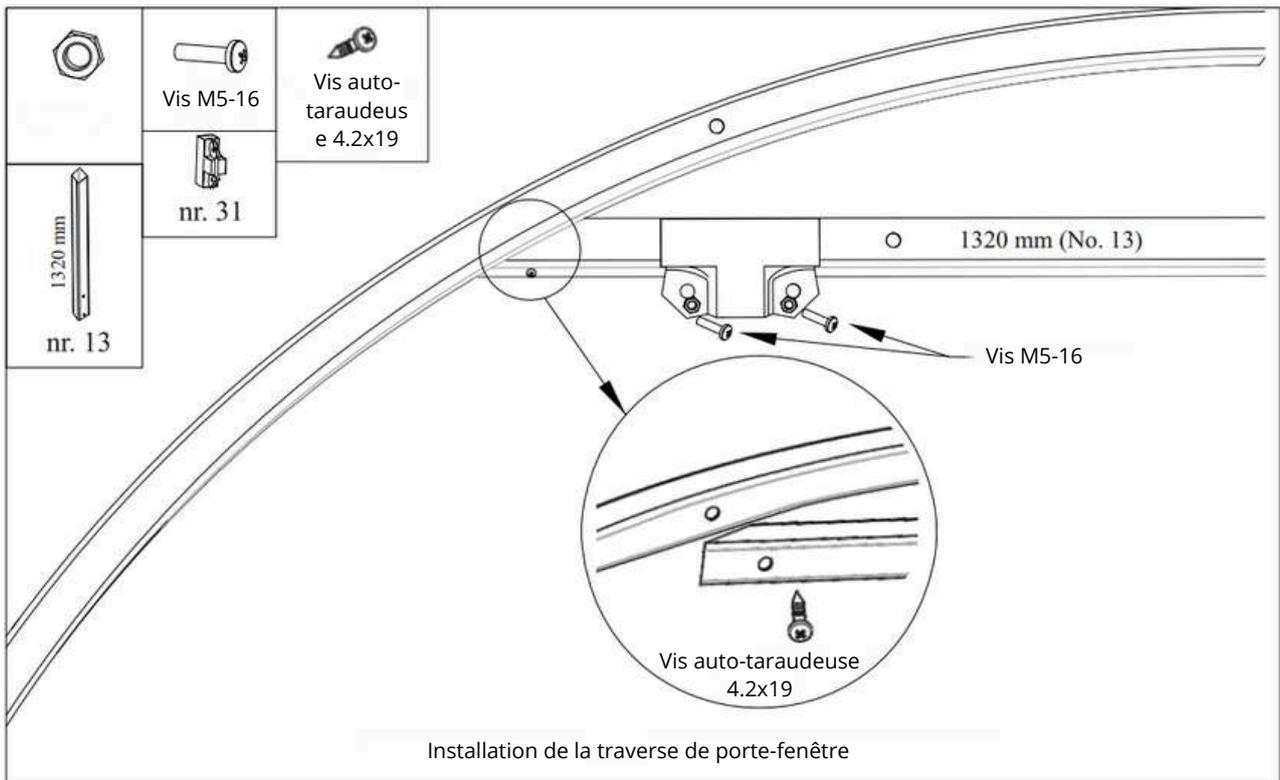

Fig. 10
**13-** Faites glisser deux pièces en T pré-préparées sur chacun des supports transversaux de porte (1320 mm de long, No 13). Fixez le support transversal de porte-fenêtre préparé aux arches avant et arrière en utilisant des vis auto-taraudeuses (4,2 x 19 mm) à un point spécialement désigné. **VOIR FIG. 10**